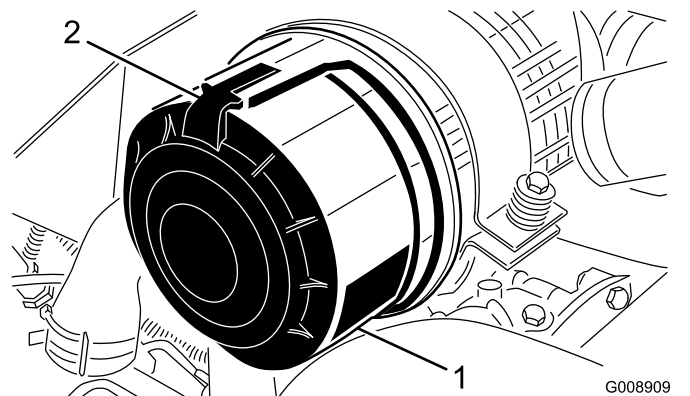

Figura 96
1. Rilasciate i fermi che fissano il coperchio del filtro dell'aria al relativo corpo (Figura 96).